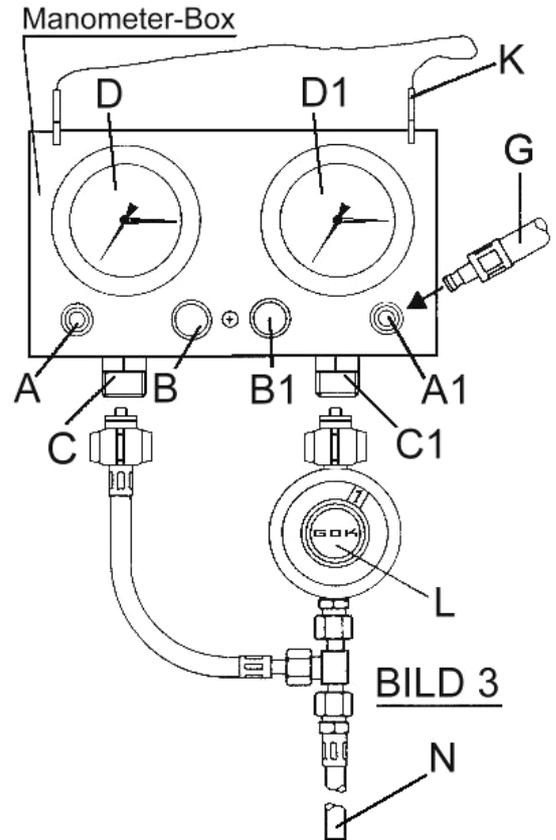

BILD 3
1. Funktionsprüfgerät an Manometer-Box anschließen (**Bild 3**) **Achtung!** Flügelmutter mit Linksgewinde, nicht mit Werkzeug anziehen (Weichdichtung).
7. Funktionsprüfung: Pumpe **F** aufbauen und Schlauch **G** anschließen, (**Bild 1**). Danach Schlauch **G** mit Anschluß **A1** der Manometer-Box verbinden, (**Bild 3**)